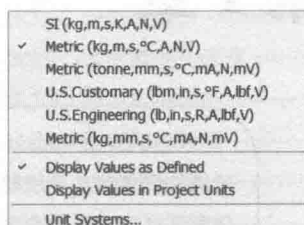

图 1-2 Units 菜单
- 菜单栏——位于标题栏下方，提供常见的菜单操作。需要注意的是 Units 菜单（图 1-2），其提供了不同的单位制供用户选择，默认情况下采用 m-kG 公制单位制。